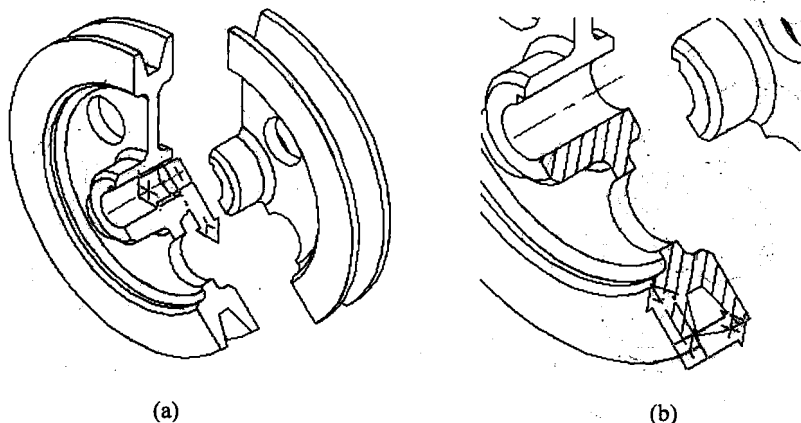

图 1-5
6. 用布尔“并”运算 (UNION)，将皮带轮左半个和右下方合二为一。再将右上方小半块实体向外移动若干距离，如图 1-5(a)所示。
7. 用“3Point”选项设置新 UCS，使 XY 坐标平面与倾斜剖面共面，然后对该剖面画上剖面线 (HATCH 命令)，结果如图 1-5(b)。